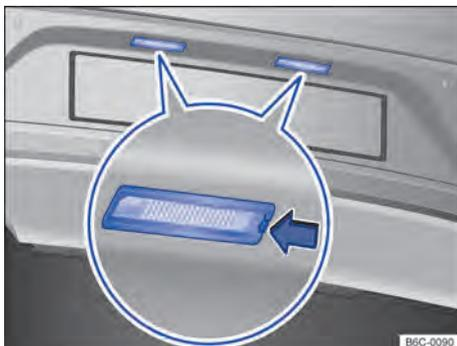

Fig. 165 No para-choque traseiro: lanterna da placa de licença.
- 2 Com o auxílio de uma chave de fenda, pressionar a trava → Fig. 165 (seta) para remover o conjunto.